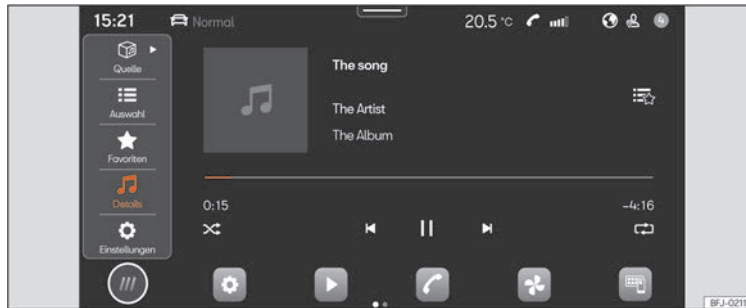

Abb. 142 Schematische Darstellung: Ansicht Medien
- Drücken Sie **HOME > ► >>> Abb. 142.**